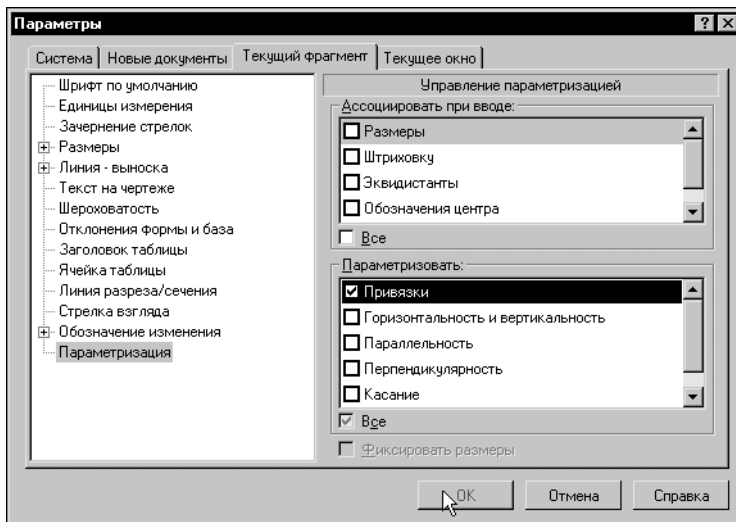

Рис. 59.5. Диалог настройки параметризации
3.2. В правой части появившегося диалога включите опцию **Привязки** в группе **Параметризовать** (рис. 59.5).